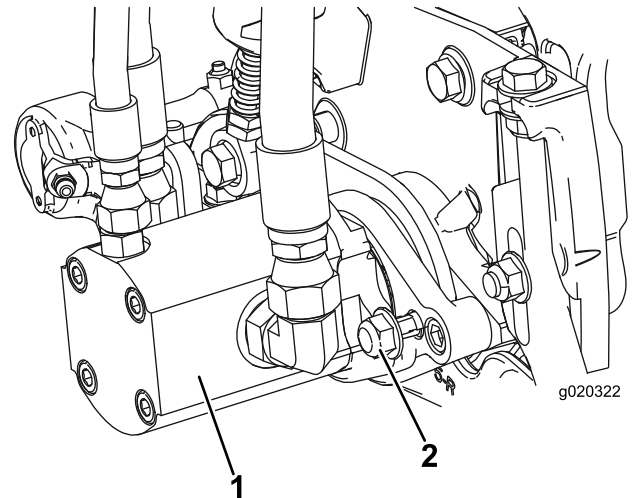

图 10
15. 以顺时针旋转的方式插入马达以使马达凸缘与锁紧螺母保持一定空隙 (图 10)。逆时针旋转马达直至凸缘环绕住螺母然后拧紧螺母。